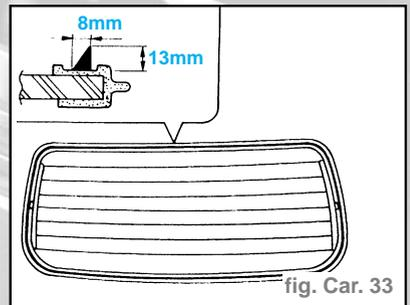

fig. Car. 33
- Appliquer le mastic directement sur la bordure intérieure du joint (fig. Car. 33).